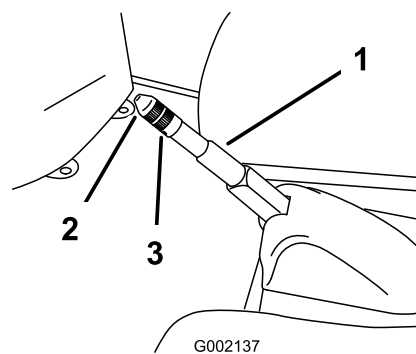

Figura 51
2. Allentate la vite a pressione che fissa la manopola alla leva del freno di stazionamento. (Figura 51).